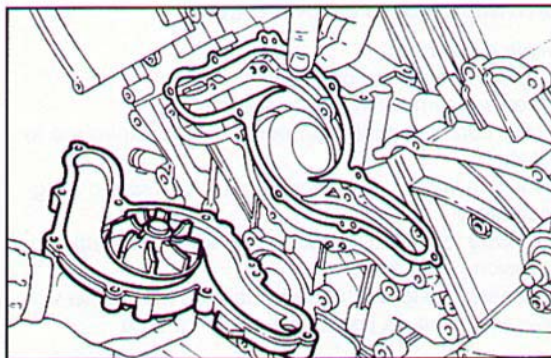

Fig. 235 ▲
- applicare il sigillante Loctite 510 sui piani di appoggio della pompa liquido refrigerante, quindi inserire la guarnizione sui grani di centraggio (Fig. 235);
- apply some Loctite 510 on the coolant pump support planes, then fit the gasket on the centring pins (Fig. 235);